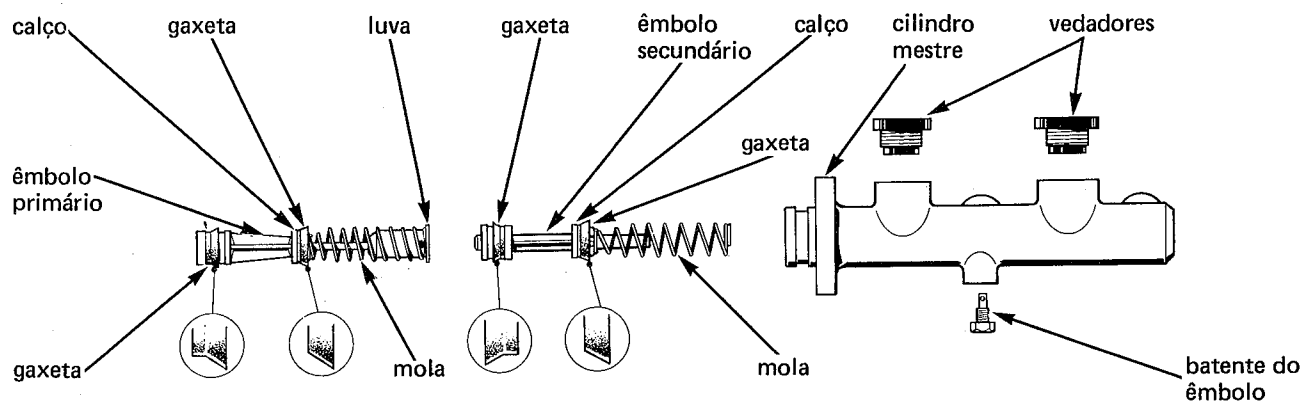

fig. 50
2. Remover o parafuso batente do êmbolo (fig. 50)